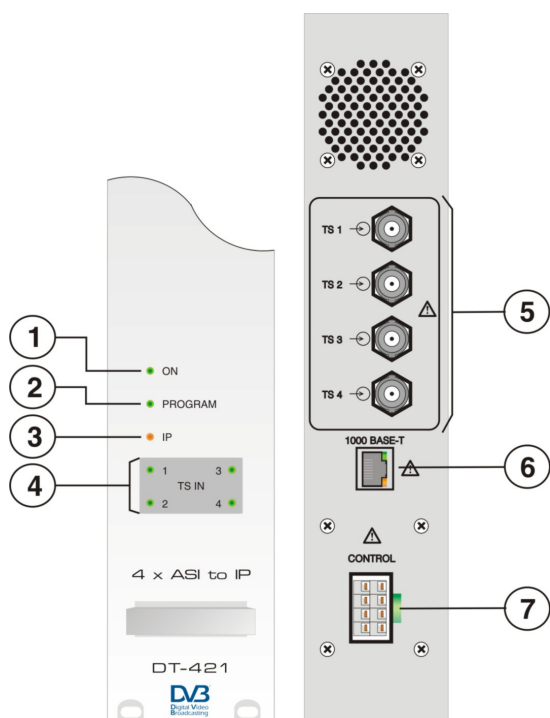

Fig. 1.- DT-421
2.- Conecte la salida del módulo de control DT-800 a la entrada de alimentación del módulo DT-421. (Fig.1. -7-)
3.- Conecte las señales de entrada ASI-TS (señal a procesar) a los conectores de entrada (Figure 1. -5 -).
2.- Connect the output of the control module DT-800 to the power input of the module DT-421. (Fig. 1. -7-)
3.- Connect the signal-TS ASI input (signal processing) to the input jacks. (Figure 1. -5 -)
4.- The resultant IP-TS signal is sent to the output connector. (Figure 1.- 6 -)
2.- Connectez la sortie le module de contrôle DT-800 à l'alimentation du module DT-421. (Fig. 1. -7 -).
3.- Connectez le signal d'entrée-TS ASI (traitement du signal) aux prises d'entrée. (Figure 1. -5-)
4.- Le signal IP-TS résultant est envoyé au connecteur de sortie (Figure 1.- 6 -).